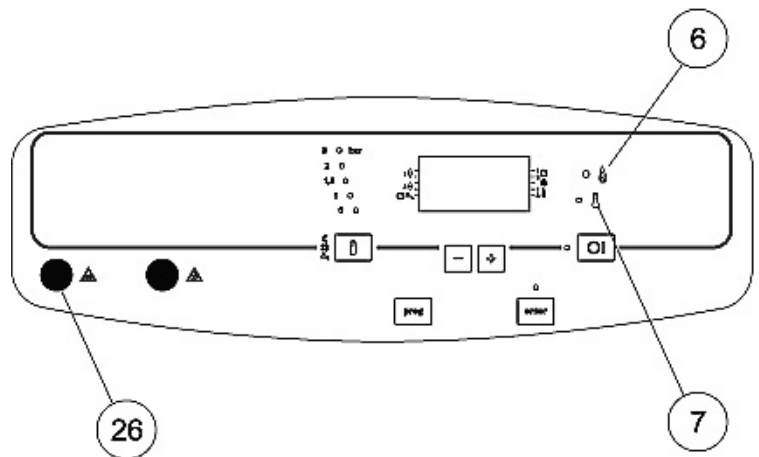

Fig. 86
16.4.1 Oververhittingsbeveiliging CV-water (fig. 86)
16.4.1 Sécurité de surchauffe eau CC (fig. 86)